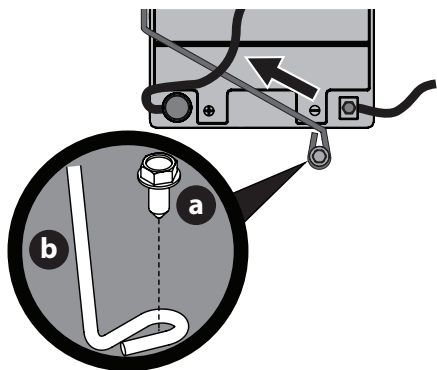

Figure 20
**NOTE :** Le faisceau électrique doit être placé au-dessus de la barre de retenue de la batterie. Autrement, il risque d'être endommagé (Figure 20 à la page 89).
3. Retirez le boulon hexagonal (a) qui fixe la tige de retenue de la batterie (b) au châssis. Faites pivoter la tige de retenue de la batterie (b) vers le haut et retirez la batterie (Figure 20).